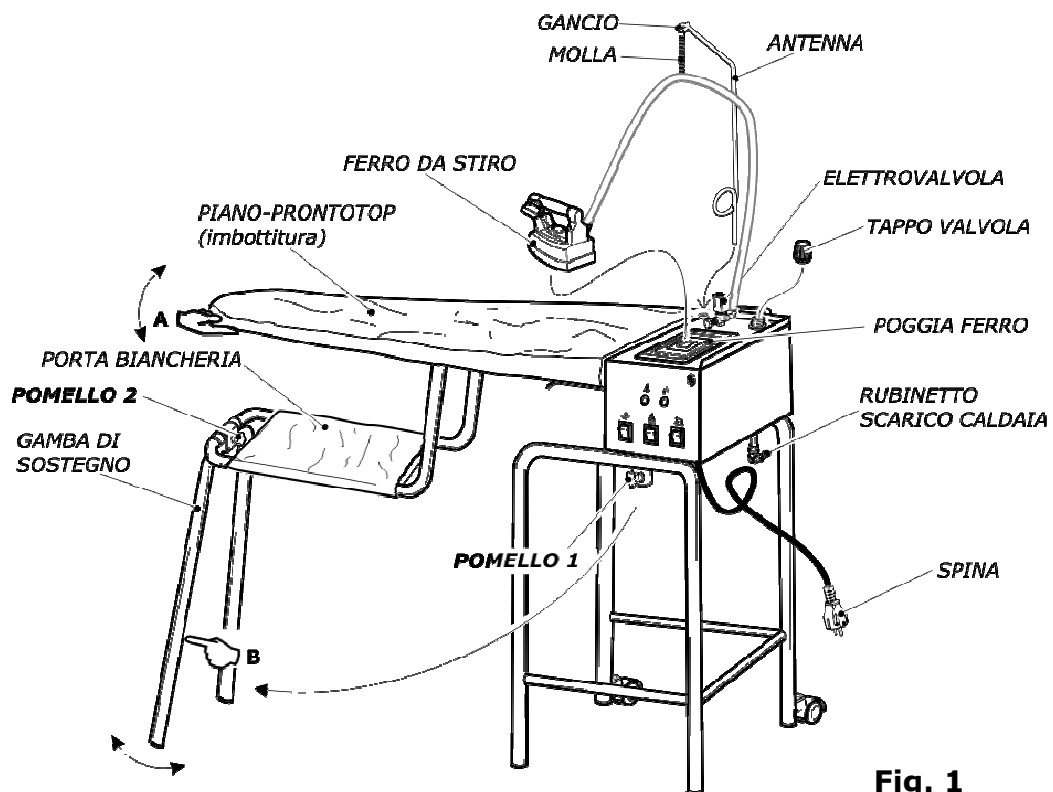
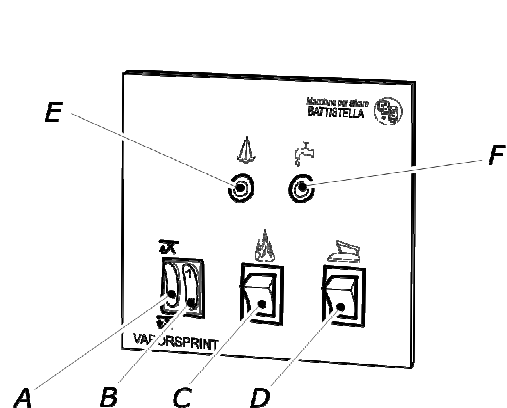
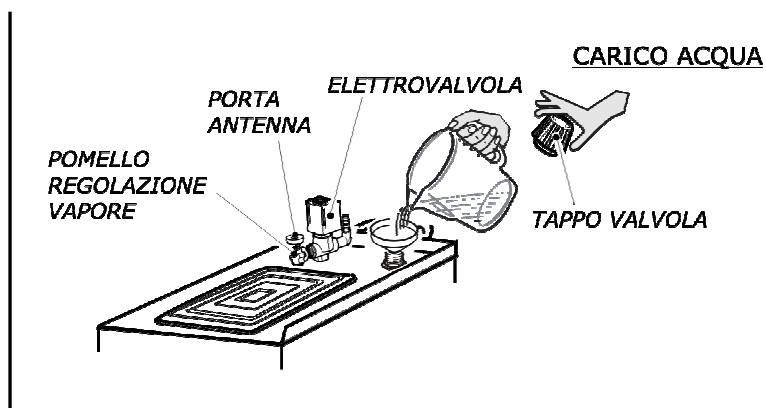

Fig. 1
Fig. 2
Fig. 3
2. Estrarre il tavolo mod. VAPORSPRINT dalla scatola, inserire l'antenna nell'apposito porta antenna (fig. 1), avendo l'avvertenza di inserirla bene fino in fondo.
3. Fissare la molla reggi filo al gancio dell'antenna evitando attorcigliamenti (fig. 1).
4. Posare il ferro sul poggia ferro in gomma in dotazione (fig. 1).
5. Allentare il pomello "1" finché non si sgancia la gamba di sostegno (fig. 1).
6. Posizionare il piano da stiro in posizione orizzontale facendo leva sul punto **A** (fig. 1).
7. Spingere la gamba di sostegno nel punto **B** fino al suo arresto (fig. 1).
8. Avvitare il pomello "2" affinché la gamba di sostegno risulti bloccata (fig. 1).
1. Svitare il tappo valvola dal VAPORSPRINT (fig. 1 e fig. 3) e riempire con la quantità desiderata d'acqua la caldaia prestando attenzione che non trabocchi. Si consiglia di riempire la caldaia servendosi di un imbuto. Riavvitare il tappo prendendolo per la parte in plastica con l'avvertenza di non serrarlo troppo altrimenti si rovina la guarnizione (vedi capitolo 7).
N.B.: prestare attenzione che il rubinetto di scarico della caldaia sia chiuso (fig. 1).
3. Accendere l'interruttore della caldaia (fig. 2 C), l'interruttore piano (fig. 2 B), l'interruttore del ferro (fig. 2 D) e portare il volantino termostato del ferro (fig. 4) sulla posizione "cotone".
4. Attendere che la spia caldaia si spenga (fig. 2 E), a questo punto sollevare il ferro da stiro per il manico in sughero e premere il microinterruttore del ferro (fig. 5) per 4-5 volte, facendo uscire il vapore. Bisogna inoltre accertarsi che il vapore sia ben saturo (premendo il microinterruttore con il ferro da stiro rivolto verso il pavimento). È possibile inoltre regolare la quantità di vapore desiderata, tramite il
pomello di regolazione vapore situato nell'elettrovalvola (fig. 3). Eseguita l'operazione, il ferro da stiro è pronto per stirare. Durante lo stiro la spia caldaia si accende e si spegne in continuazione, segno di normale funzionamento (fig. 2 E).
5. Per lo stiro a vapore è necessario che il riscaldamento del piano sia acceso, evitando così che si formino macchie d'acqua sul piano da stiro (fig. 2 B).
12. **Non bisogna mai sostituire il tappo valvola (fig. 3) con tappi di altro genere. N.B.: il tappo valvola è tarato a 4,5 bar ed inoltre ha la funzione di valvola di sicurezza.**
Entrambe le funzioni sono attivabili premendo il microinterruttore del ferro, quindi ogni volta che si schiaccia il micro del ferro, oltre ad uscire vapore si attiva il ventilatore. Per scegliere quale funzione attivare - aspirante o soffiante - basta schiacciare l'interruttore (fig. 2 A) nella posizione desiderata.
Se il tasto è messo in posizione centrale, il ventilatore è escluso. In questo caso funzionerà solo il riscaldamento del piano, per disattivarlo premere l'interruttore (fig. 2 B).
L'acqua è terminata quando, durante lo stiro, si accende la spia "senza acqua" (fig. 2 F). A questo punto rimuovere la spina dalla presa, ruotare di 360° il tappo valvola (fig. 3) e aspettare che sia fuoriuscito tutto il vapore. Con molta cautela svitare e togliere il tappo e attendere 5/10 minuti.
Rifornire quindi d'acqua la caldaia in base alla necessità (fig. 3) evitando il trabocco (vedi capitolo 4 punto 1). Riavvitare il tappo valvola, reinserire la spina nella presa di corrente e attendere finché non si spegne la spia caldaia (fig. 2 E). Il ferro è nuovamente pronto per stirare.